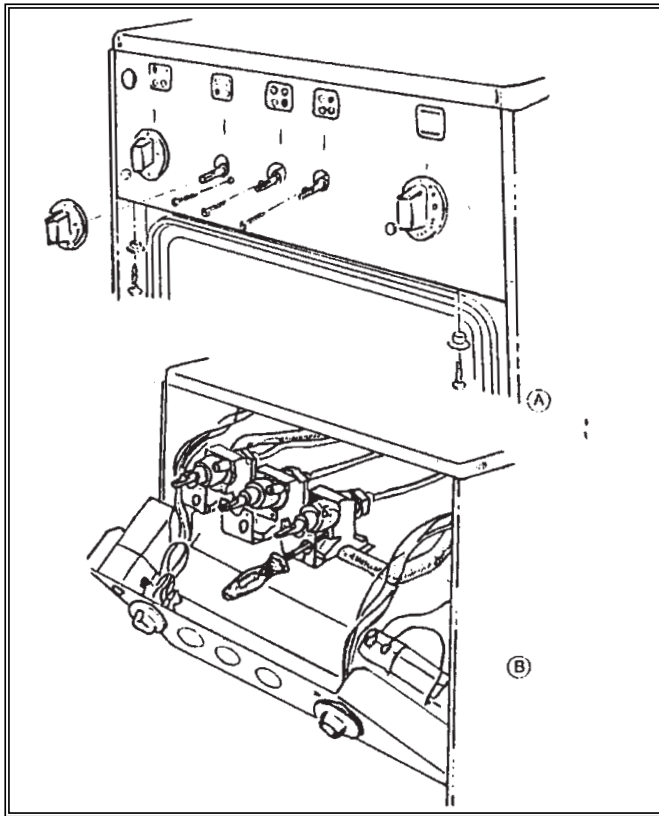

Fig. 6
- 3) Veuillez enlever les boutons de commande pour les brûleurs à gaz et dévisser les cinq vis (Figure 6) qui fixent le panneau.